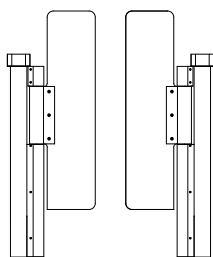

图 2.1-3 单通道摆闸
- 单通道摆闸：由两个单机芯摆闸组成，如图 2.1-3 所示。